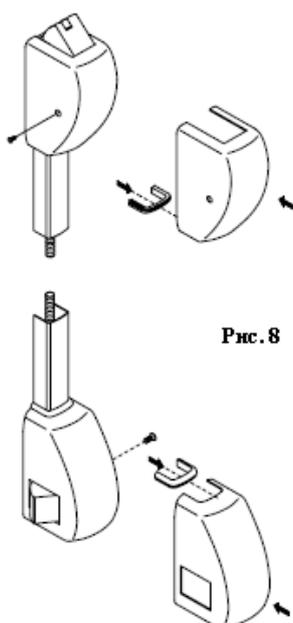

Рис. 8
12) Установите колпаки тяг (**СН** и **СВ**) и корпуса верхней/нижней защелки-ригеля. Убедитесь в правильности размещения открытых муфтовых соединителей, которые входят в комплект поставки (Рис. 8). Затем закрепите двумя винтами **M3**, которые также входят в комплект.